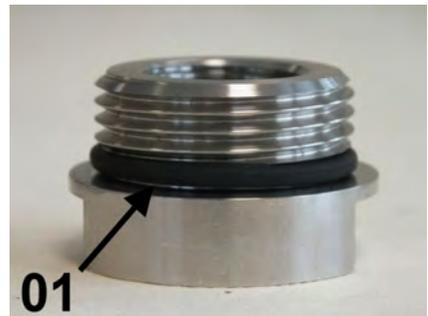

Abb. 49: Position des O-Rings
1. ➤ O-Ringe (Abb. 48/02) mit Hilfe des O-Ring Montagewerkzeuges (Abb. 48/01) auf beide Verschraubungen (Eingang/ Ausgang) aufziehen, so dass diese im O-Ringsitz der Verschraubungen sitzen (Abb. 49/01). Dabei darauf achten, dass die O-Ringe nicht überdehnt werden
2. ➤ Position des O-Rings auf der Verschraubung (Abb. 49/01)